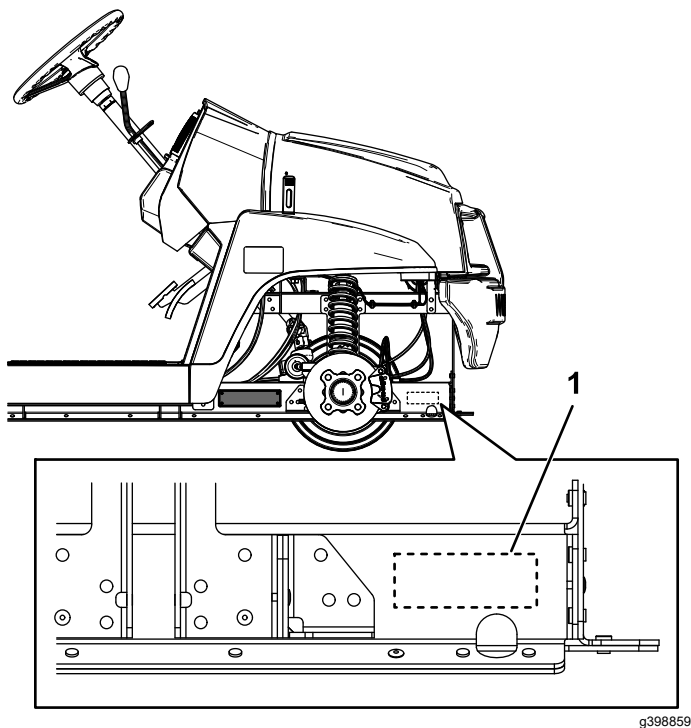

Рисунок 5
2. Выштампуйте заводской номер на машине в месте, показанном на Рисунок 5.